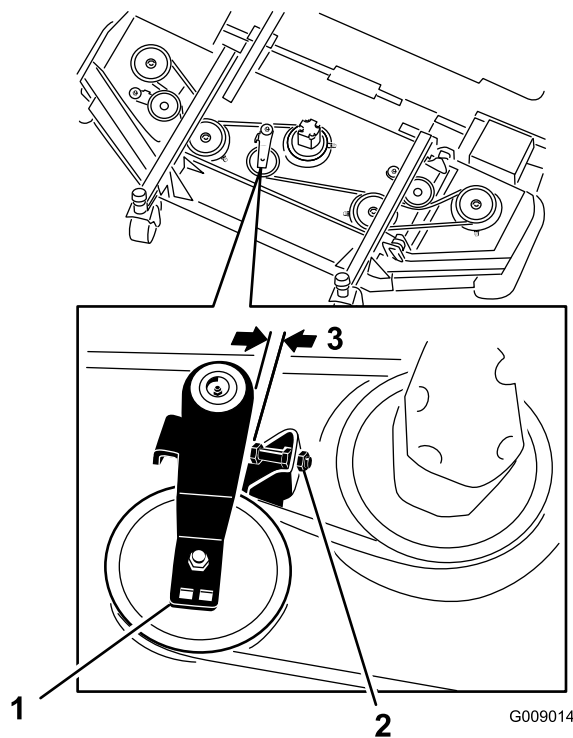

Figura 124
3. Sul piatto anteriore, in posizione centrale, allentate i controdadi sulla vite di arresto della puleggia tendicinghia e avvitate la vite di arresto nella staffa (Figura 124).
4. Con una leva a cricchetto o uno strumento simile, allontanate ciascuna puleggia tendicinghia dei piatti laterali dalla cinghia di trasmissione per allentare la tensione della cinghia e staccarla dalla puleggia dei piatti laterali (Figura 124).